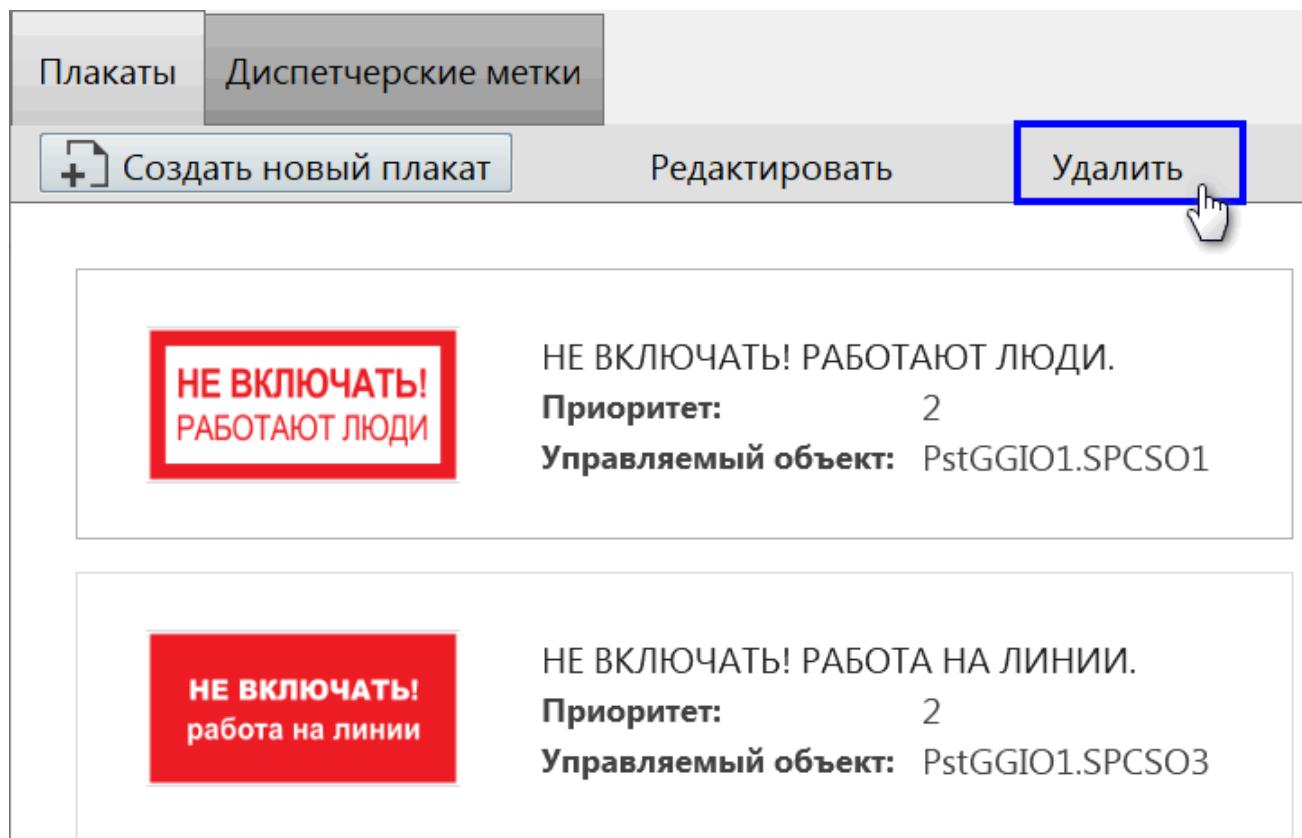

Рисунок 117 - Удалить плакат
2. Нажмите **Удалить** (Рисунок 117).